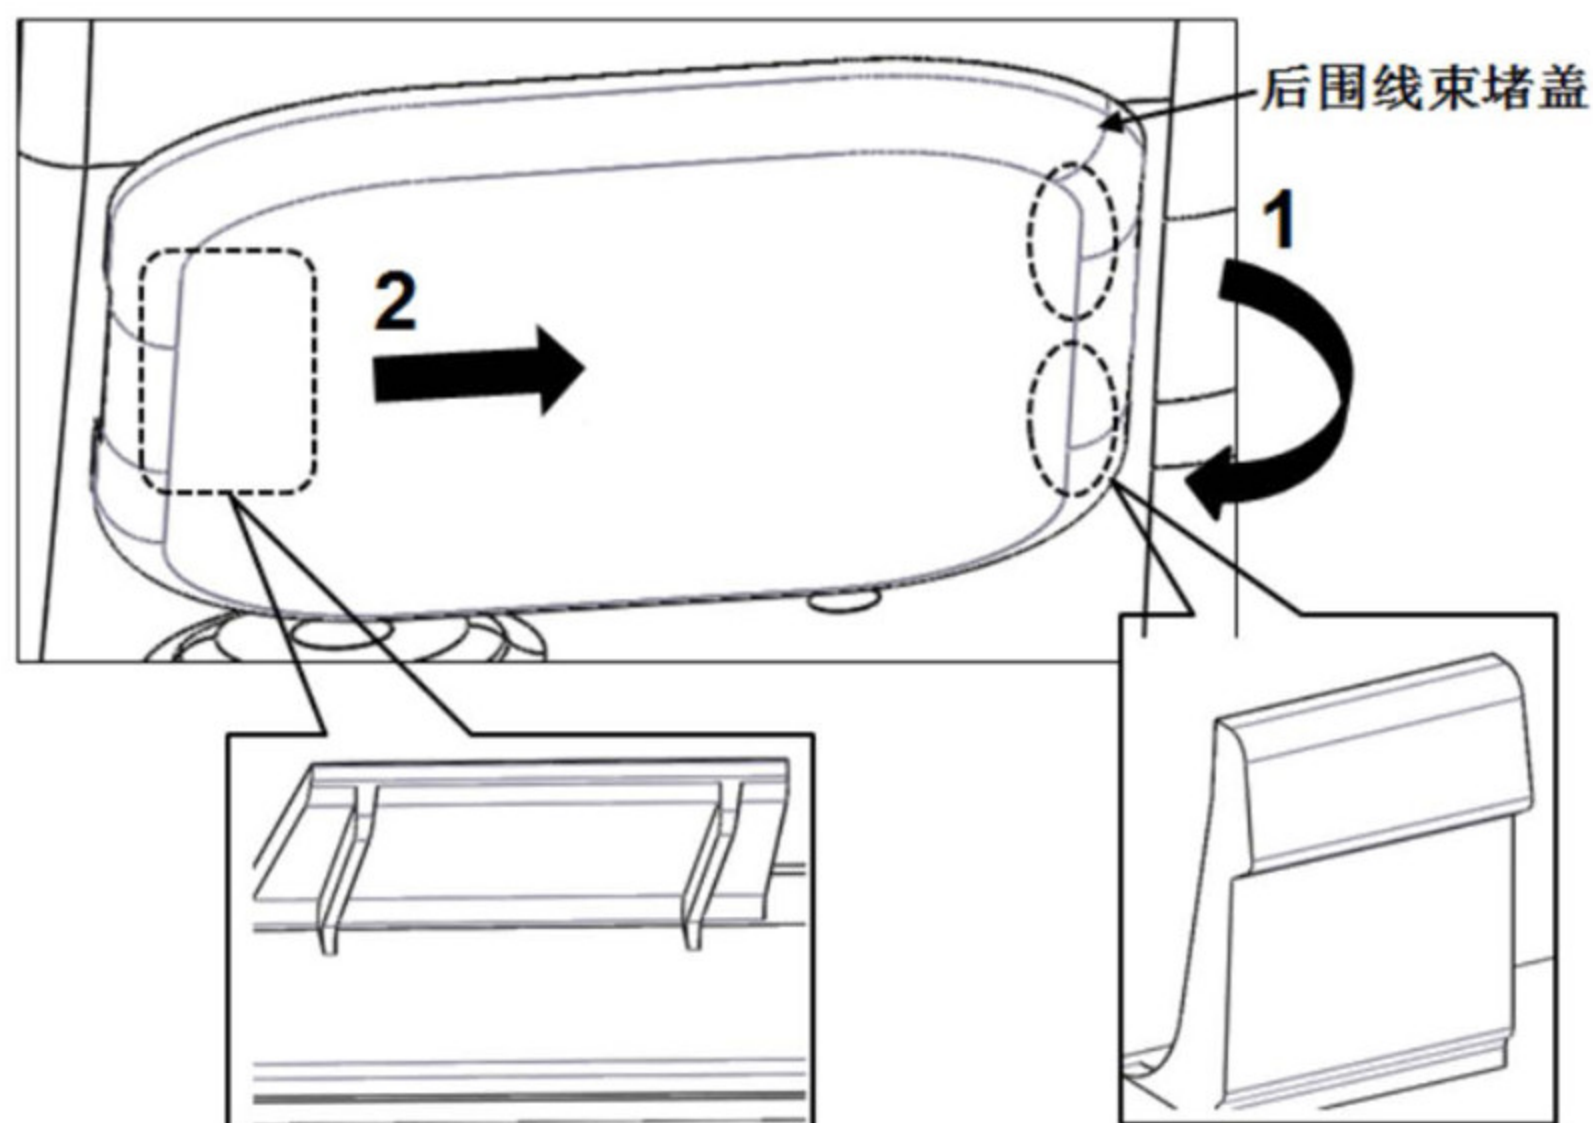

图 1.9.5 后围线束堵盖的拆卸
- (1) 使用缠有保护胶带的一字螺丝刀撬起图 1.9.5 后围线束堵盖的拆卸所示的卡角处，小心向外撬起卡脚，共 2 处。
- (2) 卡脚脱离钣金后，沿着箭头 2 方向，即可取下 5 后围线束堵盖。
- (3) 按照与拆卸相反的顺序进行安装：注意：拆时候小心刮伤后围线束堵盖及损坏卡脚。